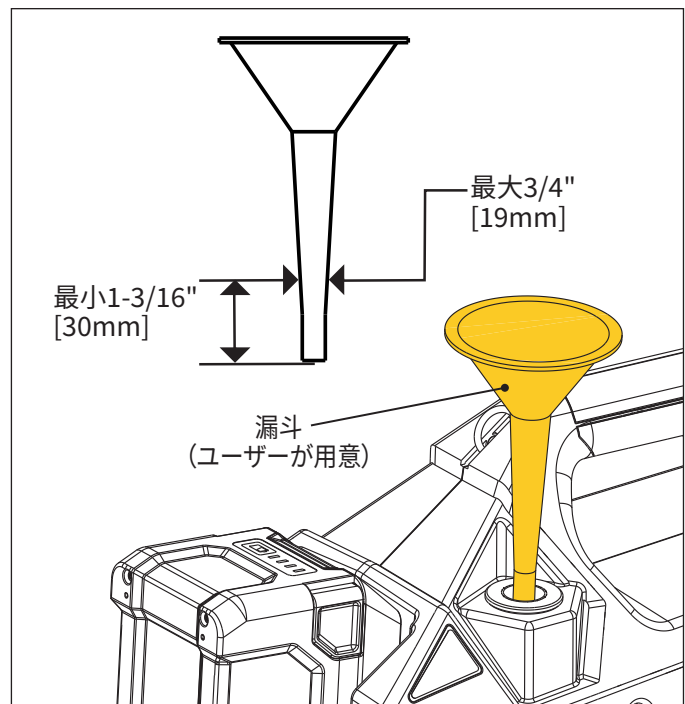

図14: 漏斗を使用したオイルの追加
5. 充填口に漏斗(足部分の外径が最大3/4" [19 mm]、長さが1-3/16" [30 mm]以上)を置き、オイル充填チューブに挿入します。図14を参照してください。